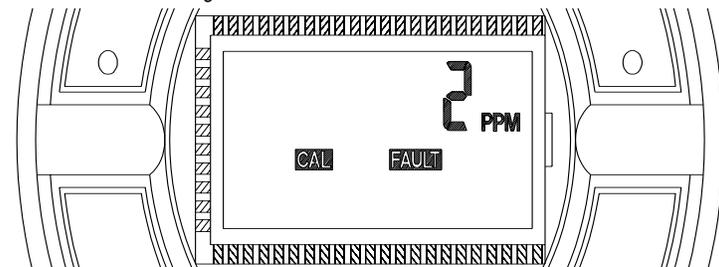

Figura 5. Bandera de falla de calibración
- Muestra la bandera **CAL FAULT** (falta de calibración) (FIGURA 5) para indicar:
- Muestra la bandera **CAL FAULT** (FIGURA 5) para indicar: